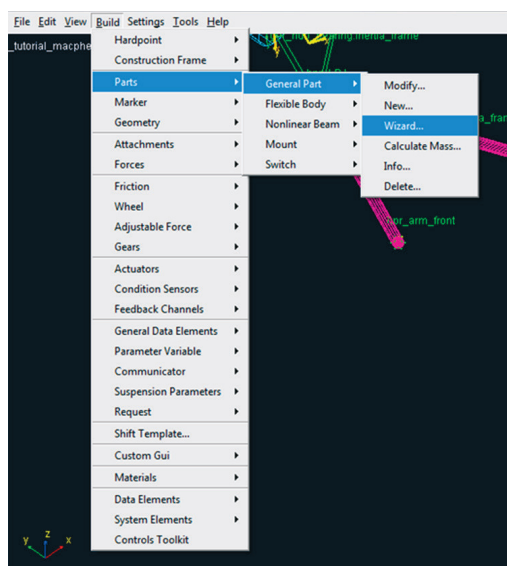

Figura 4.54 – Criação de um novo *General Part*.
- Acesse o menu *Build* → *Parts* → *General Part* → *Wizard* (Figura 4.54).